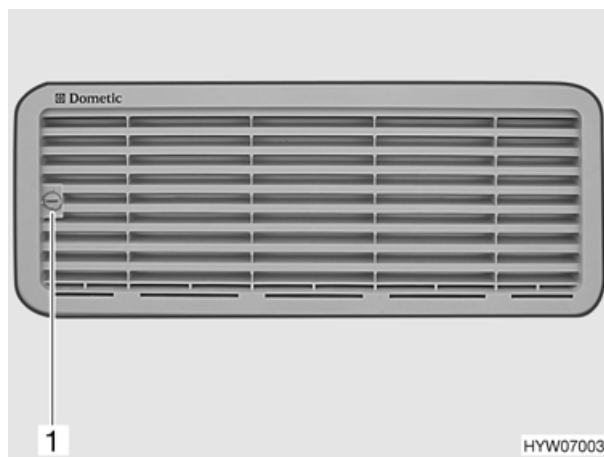

Fig. 63 Griglia di aerazione del frigorifero (variante 1)
- Con l'ausilio di una moneta ruotare la vite (Fig. 63,1) di un quarto di giro.